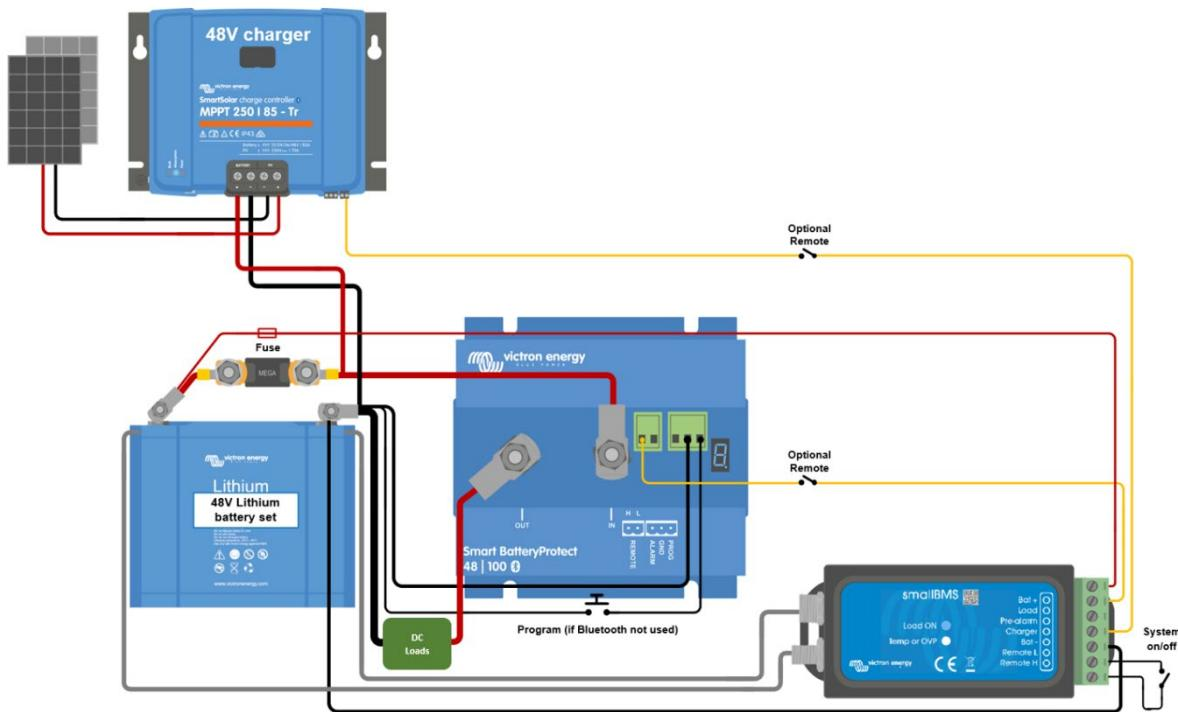

Figura 4: Sistema solar CC com bateria de lítio (aplicável com VE.Bus BMS ou smallIBMS)
- No modo Li-ion o SBP vai cumprir um período inativo de 30 s depois de a entrada remota do SBP ter ficado em flutuação livre. Consulte na nota sob a Figura 4 uma descrição detalhada.